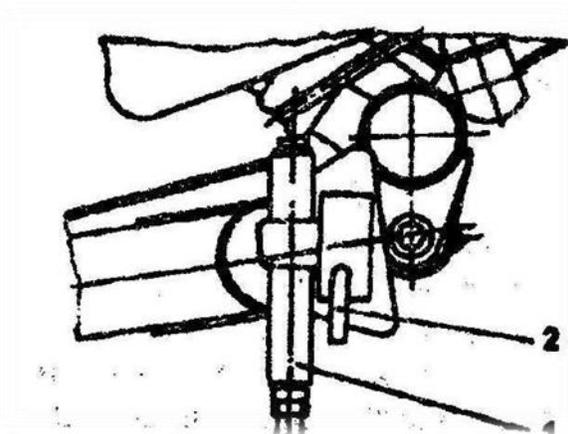

Рис.3. Схема установки винтовых
2) установите винтовые домкраты 1 (рис. 3) в рабочее положение, для чего переставьте их с трубчатой балки корпуса жатки на продольную балку и зафиксируйте их штырями;